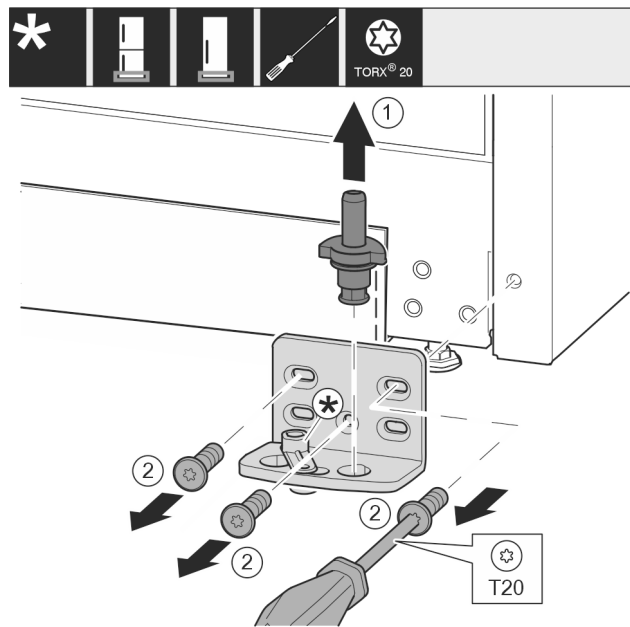

Fig. 11
- ▶ Ležajni sornik Fig. 11 (1) v celoti izvlecite v smeri navzgor.
- ▶ Odvijte vijake Fig. 11 (2) z izvijačem in snemite ležajni podstavek.